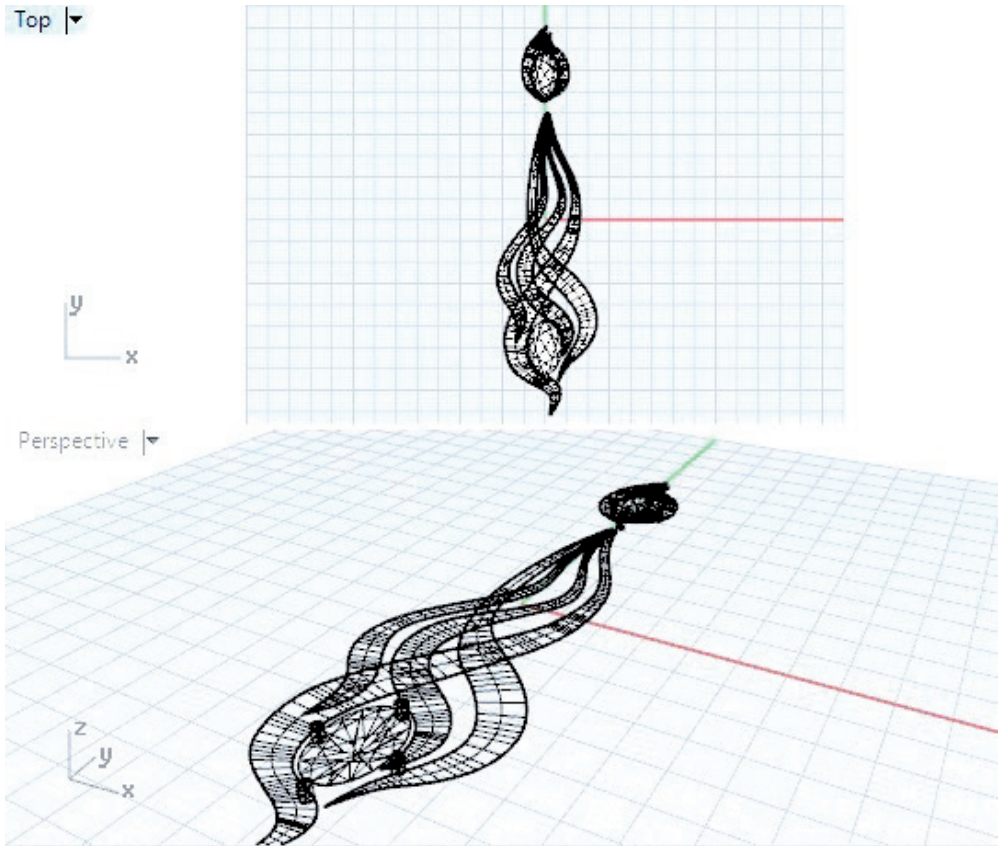

Рис. 87. Создание плоскостей
5. С помощью инструмента Sweep to Rail создаем из линий плоскости (рис. 87).